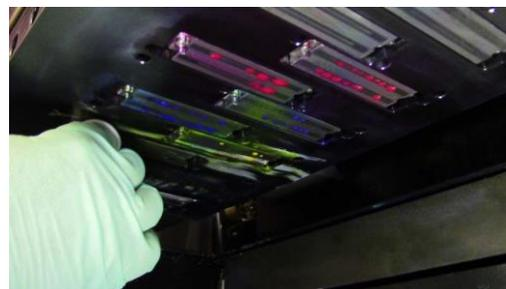

Рисунок 4-4: Протирка головы
6. Нанесите жидкость для обслуживания головок на салфетку и зажмите ее между пальцами как показано на Рисунке 4-3, и поднесите ее к задней части печатной головы, держа параллельно краю каретки, Рисунок 4-4.